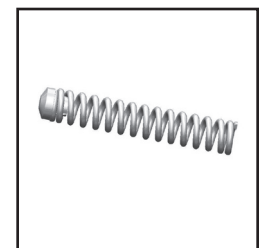

Fig. 11
4. S'assurer que la virole d'aiguille n'est pas usée et nettoyer tous les débris dans le pistolet. (voir fig. 11).